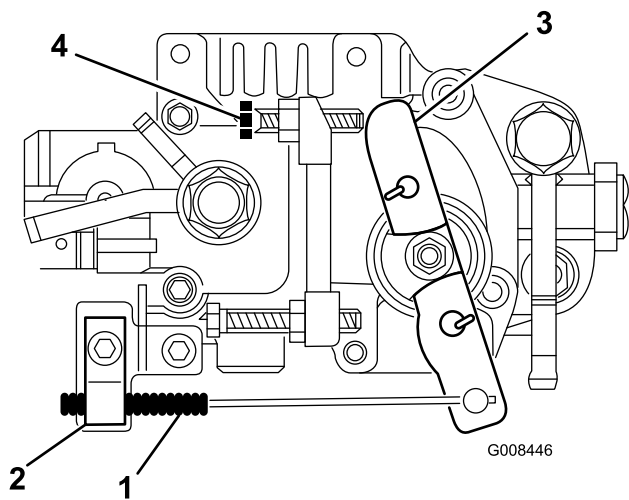

Figura 45
2. Liberte o parafuso que fixa o cabo ao motor (Figura 45).
- Mova o cabo até que a alavanca de controlo da velocidade entre em contacto com o parafuso de velocidade ao ralenti (Figura 45).
- Desaperte a porca de bloqueio do parafuso de velocidade ao ralenti (Figura 45).